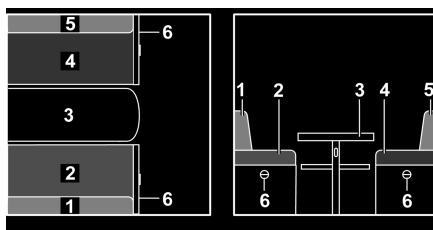

Fig. 108 Avant la transformation
- Agrandir la table (Fig. 108,3) et la transformer en sommier de lit (voir paragraphe 7.7).
- Enlever le coussin de dossier (Fig. 108,1) et le placer de côté.
- Tirer la poignée et ouvrir le portillon (Fig. 108,6).